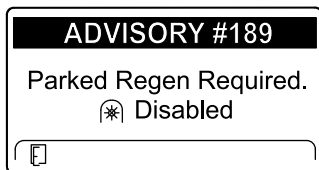

Рисунок 48
- Если вы не выполните стационарную регенерацию в течение 2 часов, дисплей инфо-центра отобразит сообщение «Требуется стационарная регенерация — механизм отбора мощности выключен» — ИНФОРМАЦИОННОЕ СООБЩЕНИЕ № 189 (Рисунок 48).